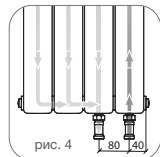

рис. 4
- Радиатор подключается к трубопроводам с помощью раздельных узлов (кранов) нижнего подключения прямых или угловых G3/4 евроконус (рис. 4).